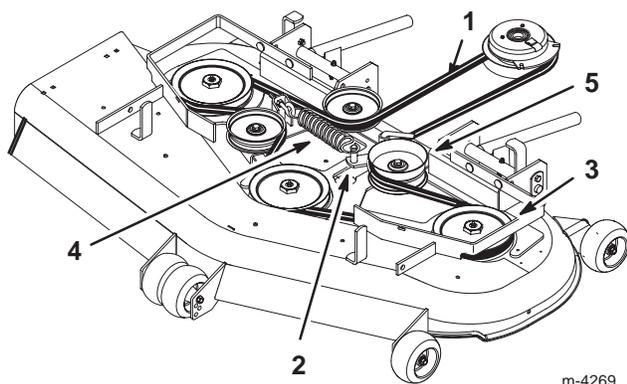

Figure 57
Remarque : Commencez à la poulie extérieure et tournez la courroie pour la déposer (Fig. 57).
8. Remettez la poulie de tension en place et installez la courroie sur les autres poulies (Fig. 57).